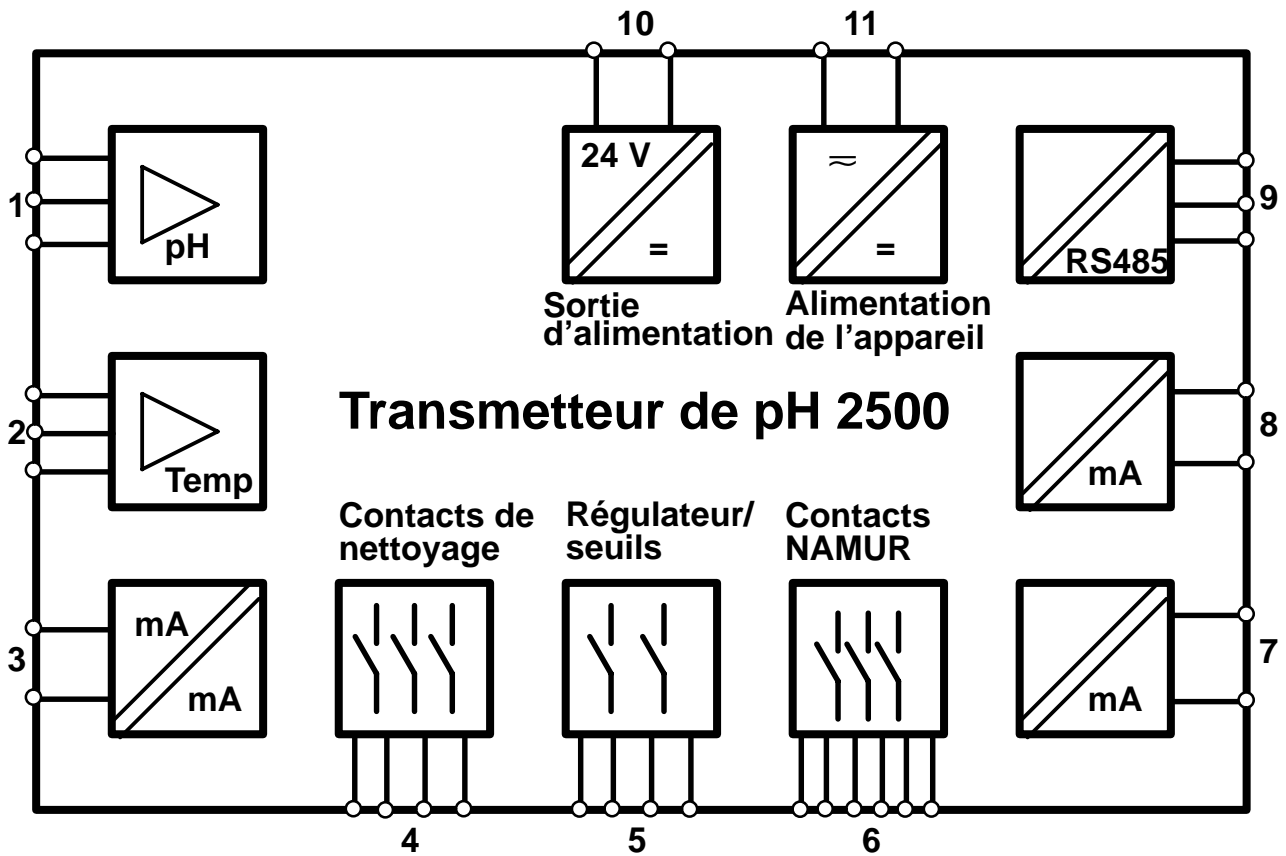

Fig. 1-1 Les fonctions du système 2500
La fig. 1-1 montre la multiplicité des fonctions du système. Outre les entrées obligatoires pour les électrodes de mesure et de référence (1) et pour la sonde de température (2), on peut raccorder une **électrode d'équipotentialité** qui sert en même temps d'**électrode auxiliaire** pour le contrôle de l'électrode.